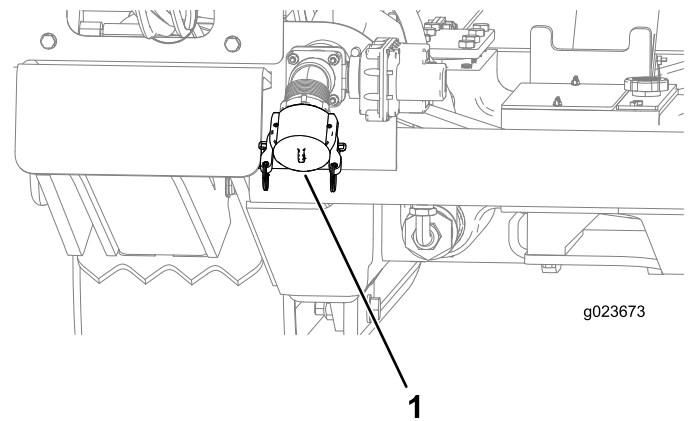

Figure 128
- B. Vérifiez que le bouchon est en place sur l'entrée de la pompe à fluide de forage (Figure 128).